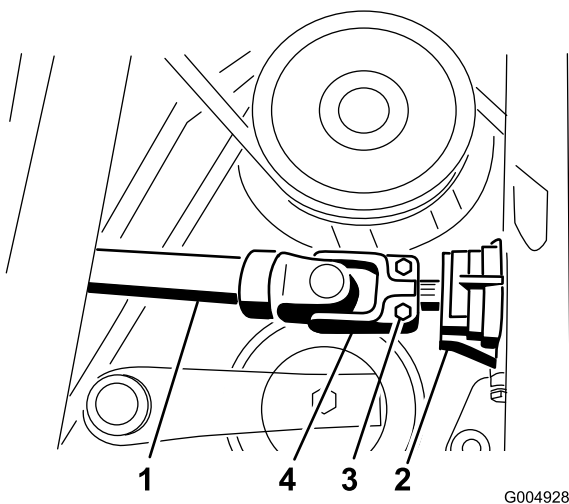

Figura 35
8. Rimuovete il perno a rullo ed estraete l'albero di trasmissione dall'albero della scatola ingranaggi (Figura 35).